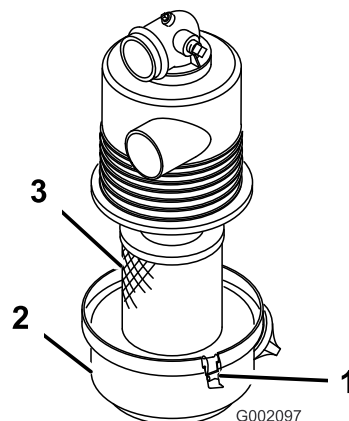

Figure 24
2. Vérifiez si le filtre à air présente des dommages susceptibles d'occasionner des fuites d'air. Le couvercle doit être parfaitement ajusté sur le boîtier du filtre à air (Figure 24).
3. Desserrez les dispositifs de verrouillage qui fixent le couvercle sur le boîtier du filtre à air (Figure 24).
4. Séparez le couvercle du boîtier du filtre à air et nettoyez l'intérieur du couvercle (Figure 24).